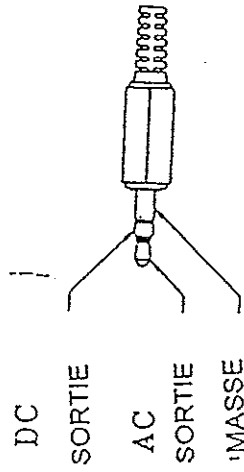

figure 2
5. Sélectionner la gamme LO (bas) lorsque le niveau de bruit affiché descend sous 65 dB (A). Si OVER s'affiche, se repositionner sur une des gammes HI.
**SORTIES (figure 2)**
Deux sorties à partir d'une prise Jack standard 3 pôles 3.5 mm avec AC à l'extrémité, DC au milieu et la masse sur l'enveloppe. (fig. 2)